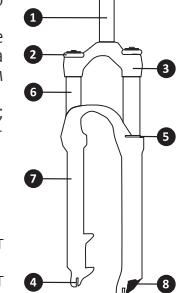

Рис. 27: Конструкция велосипедной амортизационной вилки
3. Осторожно сойдите с велосипеда без раскачки или дополнительного скатия подвески. Замерьте расстояние между хомутом и пыльником — это и будет усадка. Для уменьшения величины усадки необходимо увеличить предварительную нагрузку поворотом регулятора (рис. 27, поз. 2) по часовой стрелке (для воздушных илок — увеличением давления в воздушной камере), а для увеличения — поворотом против часовой стрелки (для воздушных вилок — снижением давления).